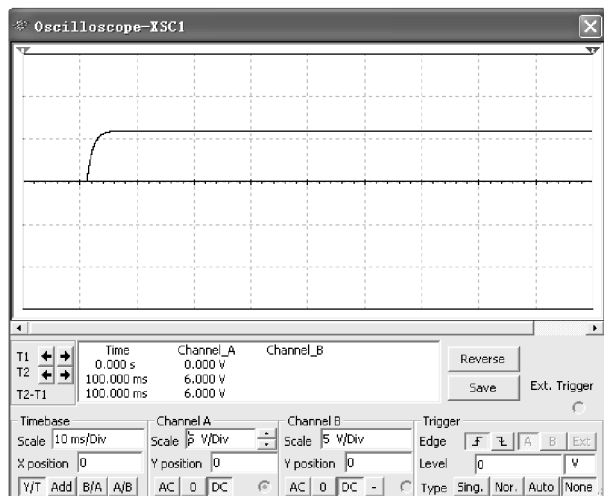

图 6-13 过阻尼状态电容器两端的电压波形
2) 单击开关 J1, 即可看到 RLC 二阶动态电路过阻尼仿真电路电容器两端的电压波形, 如图 6-13 所示。